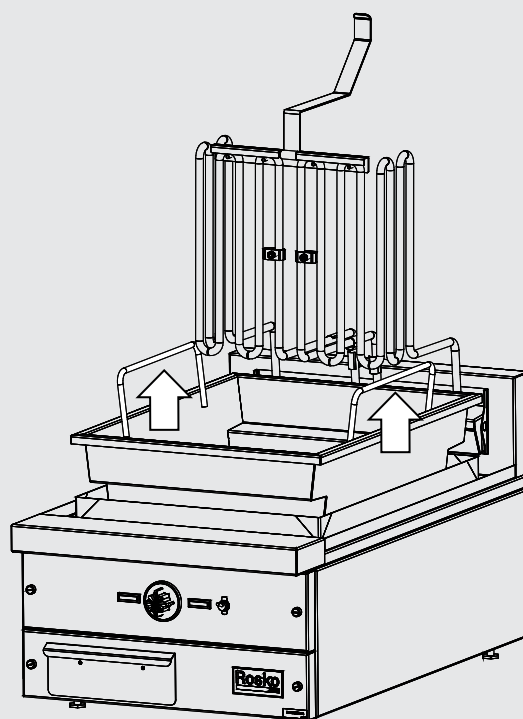

Figure 13
3. Retirer le bassin de cuisson à l'aide des poignées latérales et disposer de l'huile usée. **(Figure 13)**